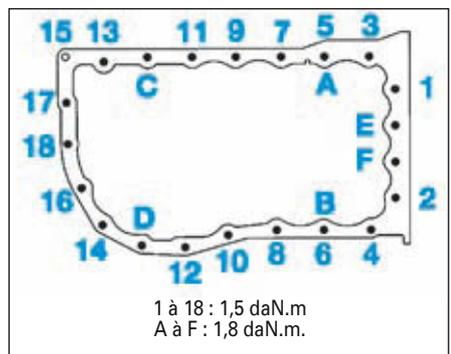

FIG.17
- Reposer le carter inférieur, en le plaquant contre le carter d'embrayage et serrer ses vis de fixation en respectant l'ordre et les couples préconisés (Fig.17).